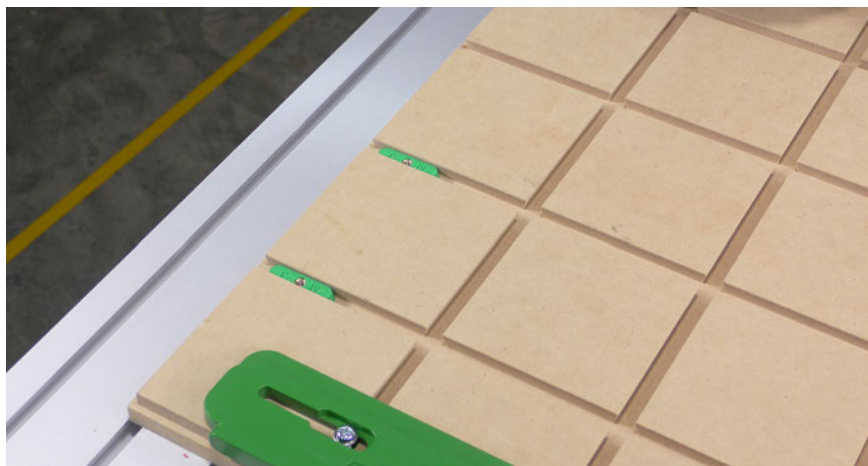

Fig 1a - Edge Guide
- 1.2. In die beiden benachbarten Nuten, in denen die Edge Guides positioniert werden sollen, je eine Schienenmutter einsetzen. (Fig 1a)